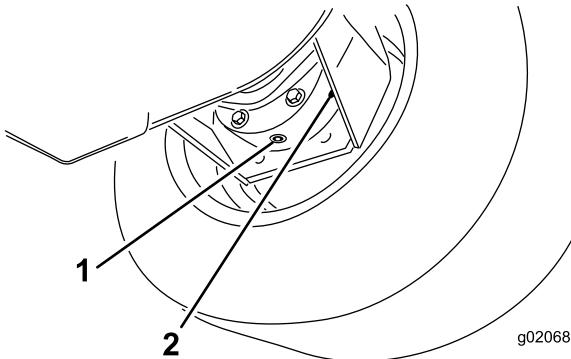

Bild 106
3. Stellen Sie eine Auffangwanne unter das Bremsgehäuse, entfernen Sie die Ablassschraube und lassen das Öl ablaufen (Bild 106).